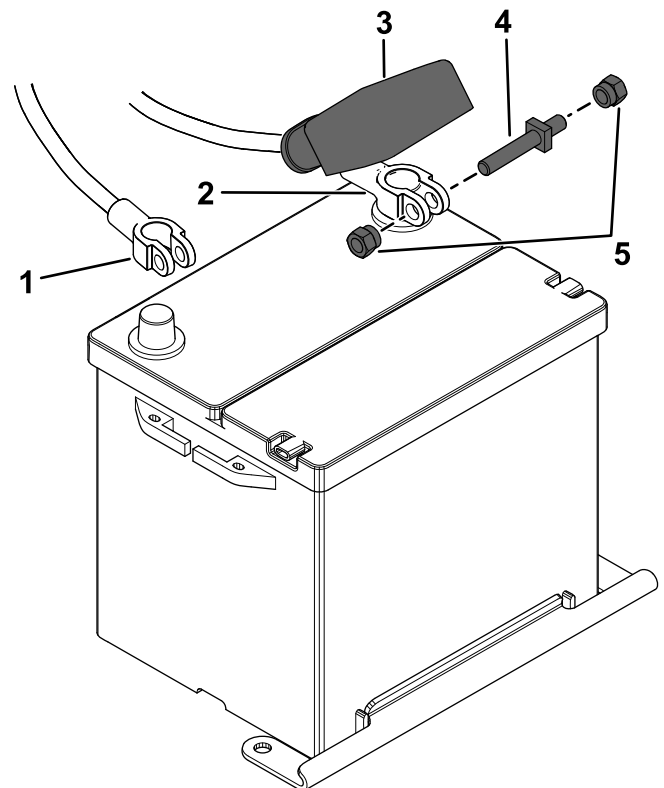

Figura 112
1. Desconecte los cables de la batería (Figura 112).
2. Conecte los cables de la batería (Figura 112).